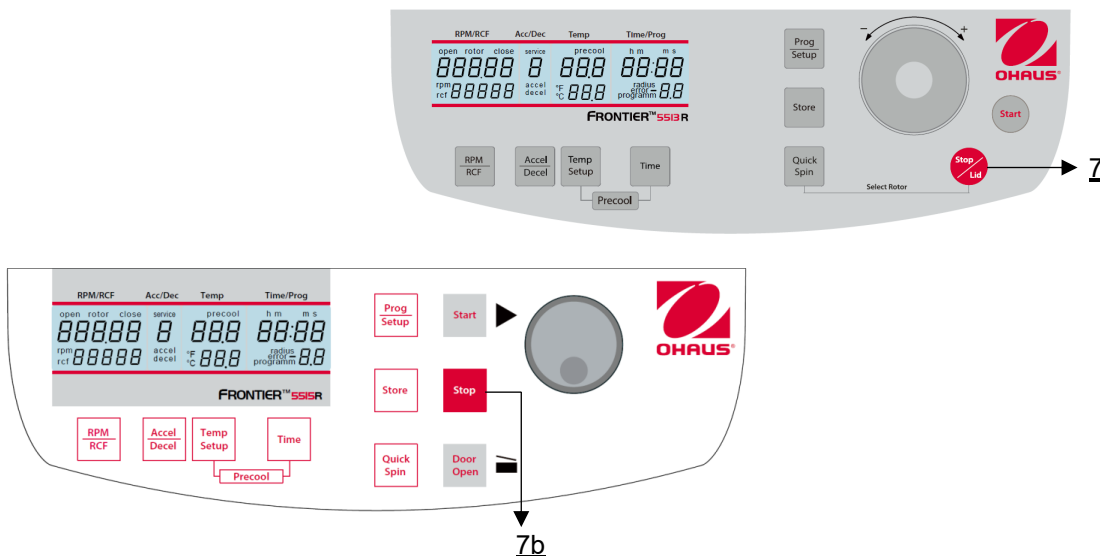

Figura 23
Con il tasto **"Stop"** (7b) o **"Stop/Coperchio"** (7) (vedere Figura 23) è possibile interrompere la corsa in qualsiasi momento. Dopo aver premuto il tasto, la centrifuga decelera con la rispettiva intensità preselezionata fino a fermarsi.